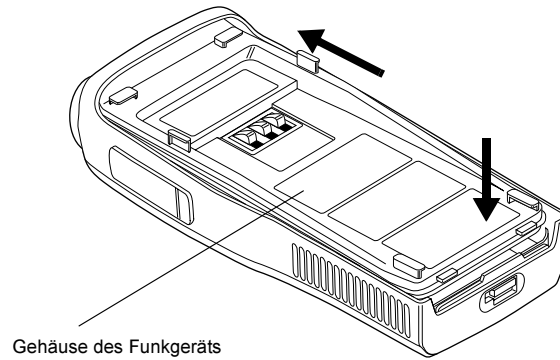

Abb. 2-13 Gehäuse anbringen
3. Schieben Sie das Gehäuseteil vollständig in die vordere Gehäuseschale (Abb. 2-13), bis es fest aufliegt.